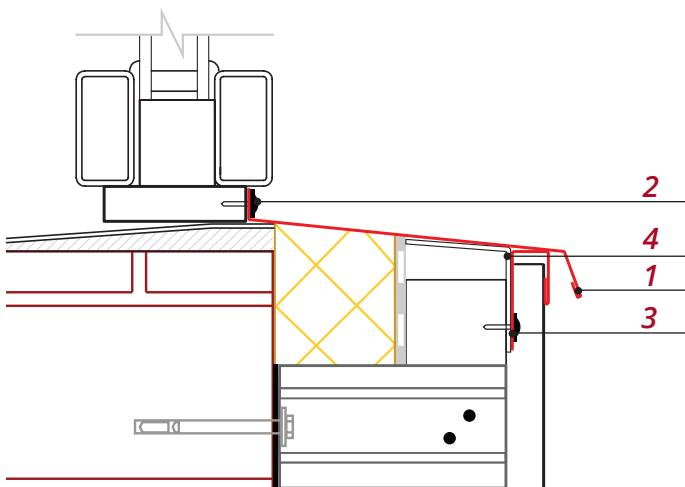

Рис. 14
- Установите П-образную планку **3** по всей ширине оконного проема, как показано на рис. 14.